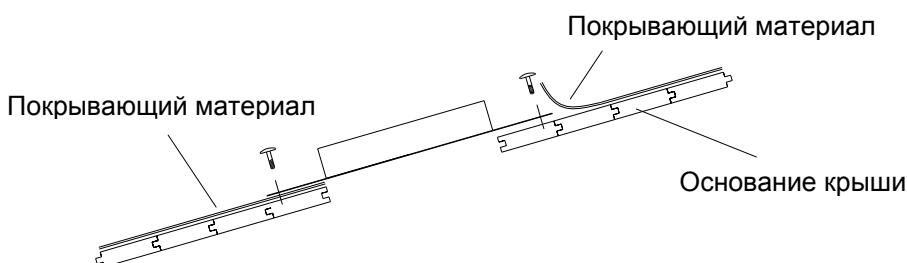

Рис. 4
3. Закрепите пластину на перекрытии крыши с помощью гвоздей или шурупов (см. Рис. 4).